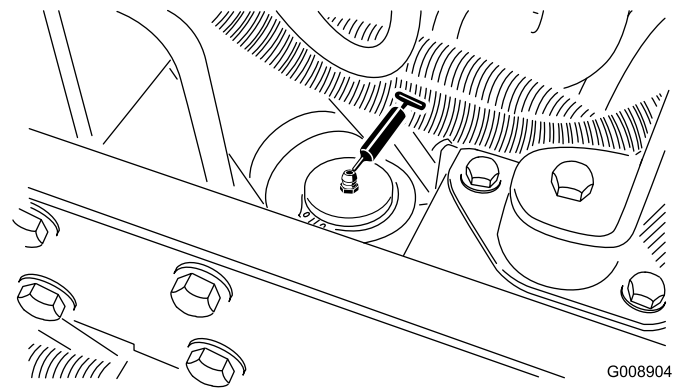

Figure 57
- Vérin de direction (Figure 57).